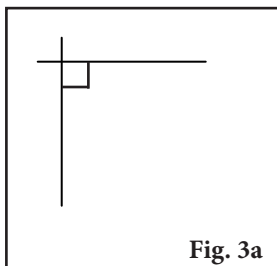
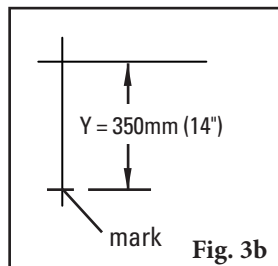
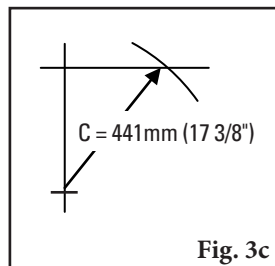
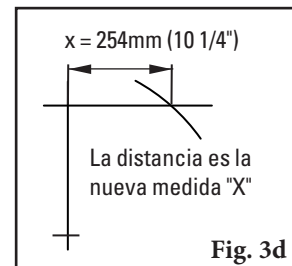

Fig. 3a
Fig. 3b
Fig. 3c
Fig. 3d
- 2. Determine la medida final.** En una superficie vertical plana, con un nivel, trace una línea horizontal y una vertical creando un triángulo rectángulo (Fig 3a). Mida desde la intersección en la medida "Y" establecida y marque (Fig 3b). Con la cinta mida comenzando en la marca "Y" modificada, mueva la cinta a lo largo de la línea de "X" y marque la medida "C" donde cruza la línea "X" (Fig 3c). Mida desde la intersección hacia la intersección "C" y esta será su nueva medida "X" (Fig 3d).